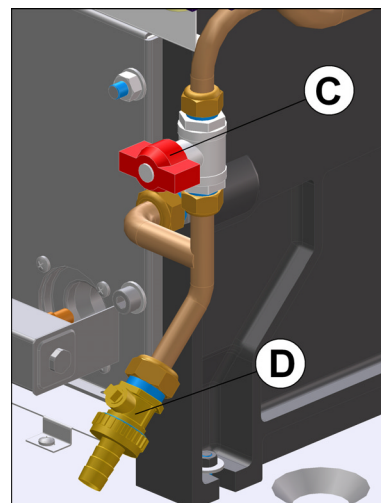
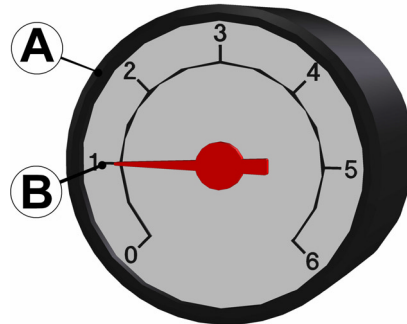

Fig. 7.2
Fig. 7.3
- 8 Aprire lentamente il rubinetto di riempimento (C in fig. 7.2) del circuito di riscaldamento.
- 8 Gradually open the central heating circuit fill-up cock (C in fig. 7.2).
- 8 Abrir lentamente el grifo de llenado (C en la fig. 7.2) del circuito de calefacción.
9 Riempire il circuito di riscaldamento fino a portare l'indicazione del manometro (fig. 7.3) quindi chiudere il rubinetto di riempimento (C in fig. 7.2).
9 Fill the central heating circuit up until the gauge needle is as shown (fig. 7.3) now close the fill-up cock (C in fig. 7.2).
9 Llenar el circuito de calefacción hasta tener la indicación del manómetro (fig. 7.3) luego cerrar el grifo de llenado (C en la fig. 7.2).
13 Completare il riempimento fino a portare l'indicazione del manometro come in fig. 7.3 quindi chiudere il rubinetto di riempimento. Lo sfiato dell'installazione, come pure quello del circolatore devono essere ripetuti più volte.
13 Fill-up until the gauge index is as indicated in fig. 7.3 then close the fill-up cock. As for the circulator pump the system will also have to be bled several times.
13 Finalizar el llenado hasta que la indicación en el manómetro llegue a ser la de la fig. 7.3 luego cerrar el grifo de llenado. La purga de la instalación, así como de la bomba de circulación se debe repetir más veces.